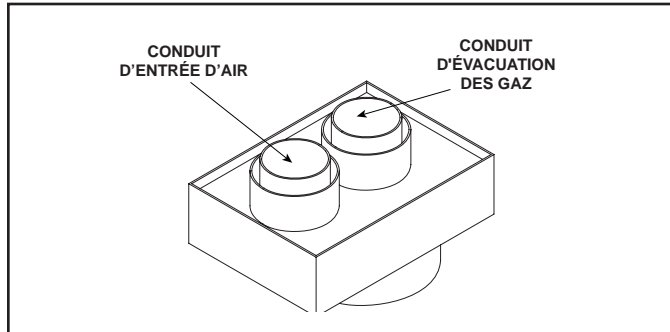

Figure 7.21 Connecteur coaxial/colinéaire (DV-46DVA-GCL)
L'adaptateur coaxial - colinéaire (DV-46DVA-GCL) peut être installé dans des cheminées en maçonnerie ou préfabriquées, brûlant des combustibles solides, installées en conformité avec les normes de constructions nationales, provinciales, d'État et locales. Le DV-46DVA-GCL doit être encastré dans les cheminées en maçonnerie existantes. Voir tableau 1 et figure 7.21.
- Le cas échéant, enlevez le couvercle de fermeture arrière et l'isolation. Connectez l'adaptateur DVP-2SL à la partie verticale du coude. Suivez les instructions jointes à l'assortiment DVP-2SL. Fixez le DV-46DVA-GCL au DVP-2SL au moyen de vis autotaraudeuses de 3,5 po. Voir figure 7.21.